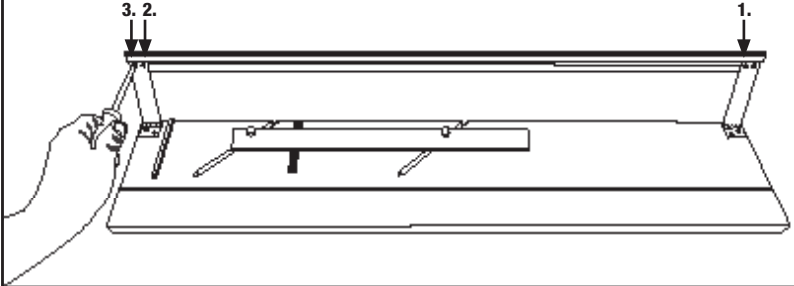

Fig. 26
4. Posicionar una escuadra de carpintero contra la barra de escuadra y debajo del carril de guía (**Fig. 26**).